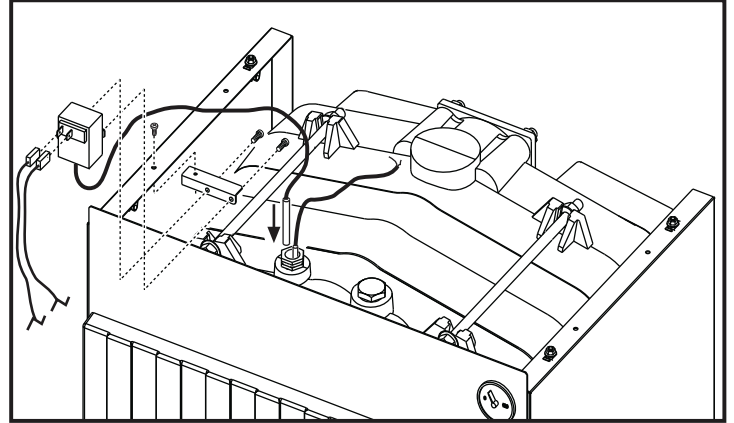

fig. 10
- Fixer l'étrier et le thermostat comme le montre la fig. 10.